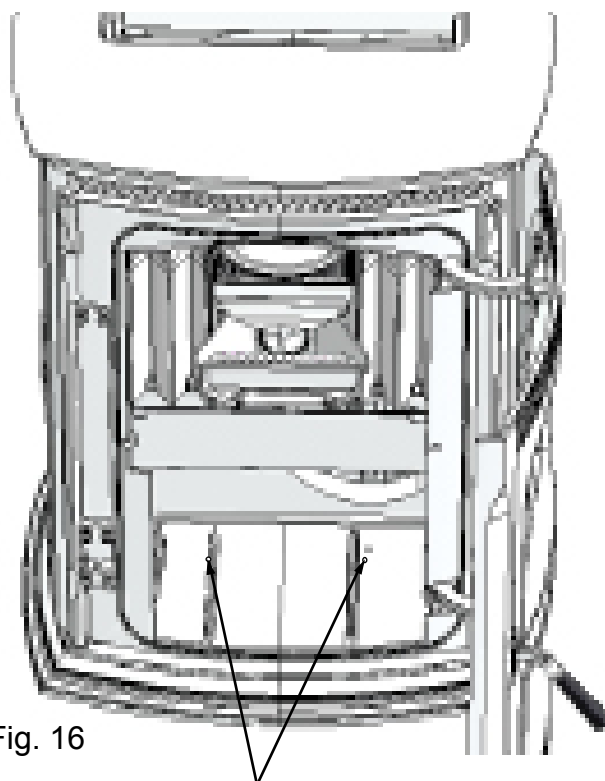

Fig. 16
1. Le poêle doit être boulonné au sol. Pour ce faire, vous pouvez utiliser des tire-fonds de 1/4" insérés dans les 2 trous de la plaque de base. Voir figure 16.
La norme canadienne ULC-S627 exige que tous les chauffages dotés d'une prise d'air extérieur soient fixés à la structure. Voir page 12, fig. 16.